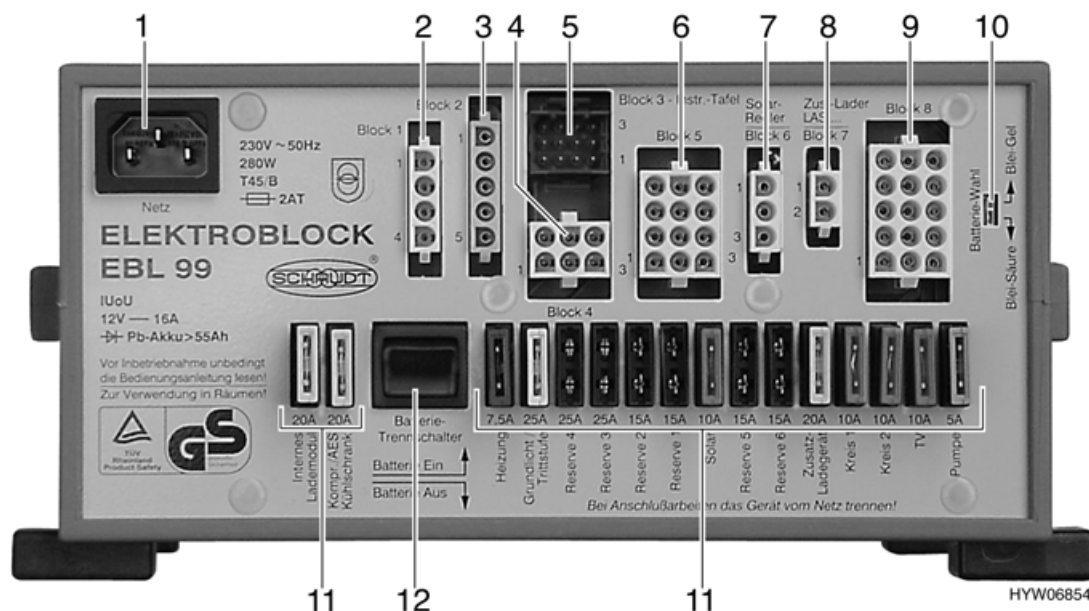

Fig. 36 Centralina elettrica EBL 99
La centralina elettrica (Fig. 36) è situata dietro il sedile del guidatore, nel sedile.
L'interruttore staccabatteria (Fig. 36,12) serve a disinserire tutte le utenze a 12 V dell'abitacolo. In tal modo si evita uno scaricamento eccessivo della batteria dell'abitacolo nei lunghi periodi di fermo del veicolo (per esempio in occasione di inattività temporanea).
- L'impostazione di stabilimento del selettore batteria (Fig. 36,10) ("Piombo-Gel") non deve essere modificata.